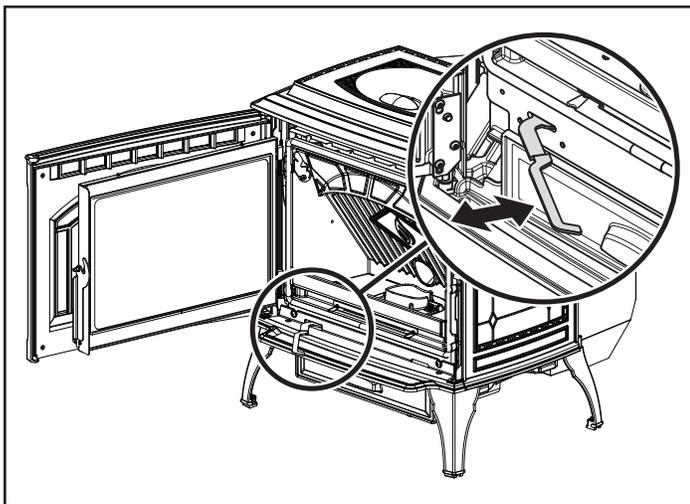

Figure 17.1
- c. Tirez deux fois sur le levier de nettoyage du plancher du pot de combustion, jusqu'à ce que les cendres tombent dans le bac à cendres au-dessous (**Figure 17.1**).